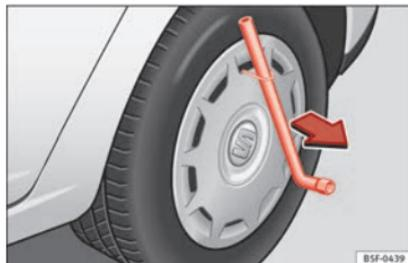

Fig. 158 Retirar el embellecedor integral.
- Retire el embellecedor integral de la rueda con el gancho de alambre **» fig. 158**.